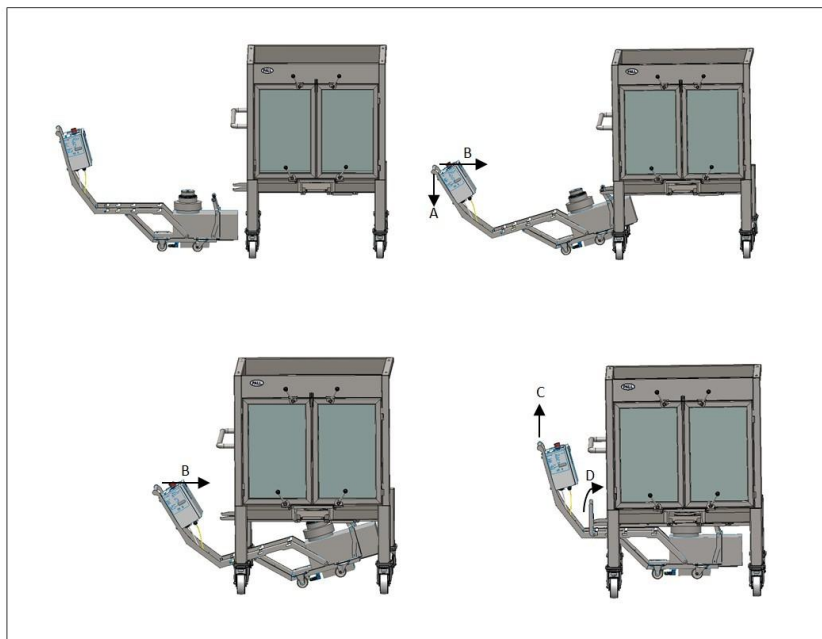

Abbildung 20. Verbinden der Antriebseinheit mit dem Tank (LevMixer-Antriebseinheit dargestellt)
3. Vorsichtig den Griff des Antriebs nach unten drücken und die Vorderräder vom Boden heben (Richtung A entsprechend des zweiten Schritts in Abbildung 20).
6. Mit dem Griff der Antriebseinheit diese in eine horizontale Position (Richtung C) anheben. Während die Antriebseinheit in dieser Position gehalten wird, die Verriegelung zum Tank drehen, sodass die Querstange auf den Haken in den Führungsschienen aufliegt (Richtung D entsprechend des vierten Schritts in Abbildung 20).